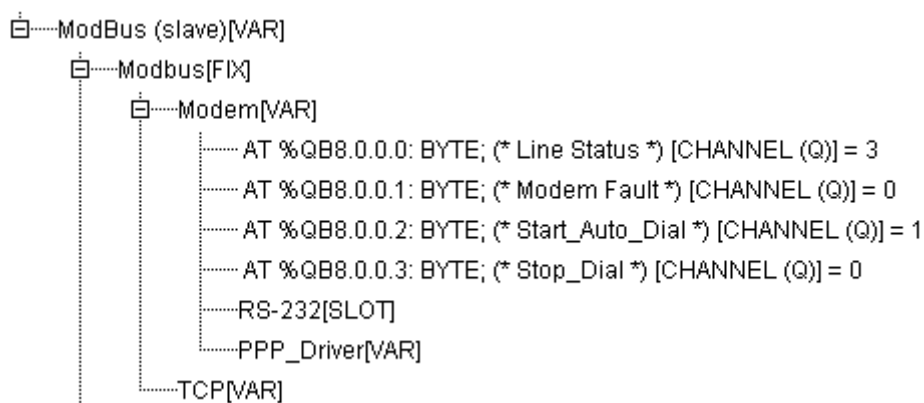

Рис.7 Байты управления модемом, статус: «подключен по GPRS»
17. В области конфигурации, подключением к GPRS можно управлять и контролировать с помощью специальных байт (рис.7). Время подключения к серверу, интервалы между дозвонами и кол-во дозвонov до GSM-сервера задаётся на вкладке «Module parameters» подмодуля modem. **Подробнее**